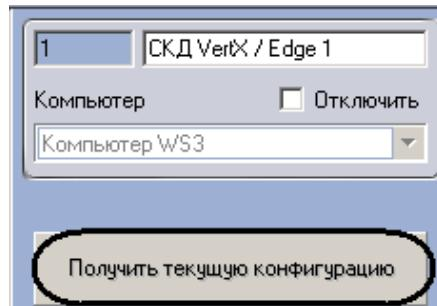

Рис. 3.4–1 Панель настроек объекта СКД VertX / Edge
1. Перейти на панель настроек объекта **СКД VertX / Edge** (Рис. 3.4–1).
2. Нажать кнопку **Получить текущую конфигурацию** (см. Рис. 3.4–1).